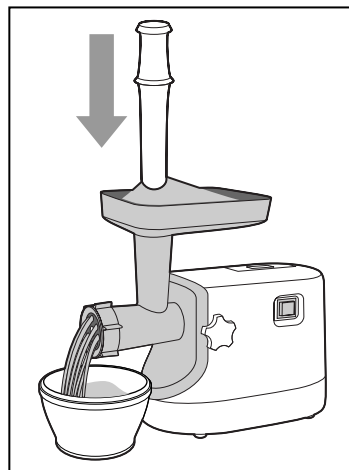

Рис. 5
Эта мясорубка предназначена для переработки мяса без костей только в домашних условиях. После сборки, прибор следует установить его на ровную сухую поверхность. Убедитесь в том, что вентиляционные отверстия на корпусе мотора не закрыты. Проверьте, совпадает ли уровень напряжения в сети требуемым показателям, указанным на корпусе мотора. Вставьте вилку шнура питания в розетку. Аккуратно установите лоток для пищевых продуктов на верхнюю часть корпуса головки мясорубки. Под решеткой, через которую выходит фарш, поставьте подходящую посуду или контейнер. Перед началом рубки убедитесь в том, что мясо полностью оттаяло. Удалите из мяса кости, сухожилия и излишки жира. Промойте мясо и порежьте его на кубики такого размера, чтобы они помещались в отверстия лотка и в раструбу головки мясорубки. Выключателем питания (1) включите прибор. Не торопясь, проталкивайте куски мяса в раструбу головки мясорубки через отверстие в лотке при помощи специального толкателя (см. Рисунок 5).